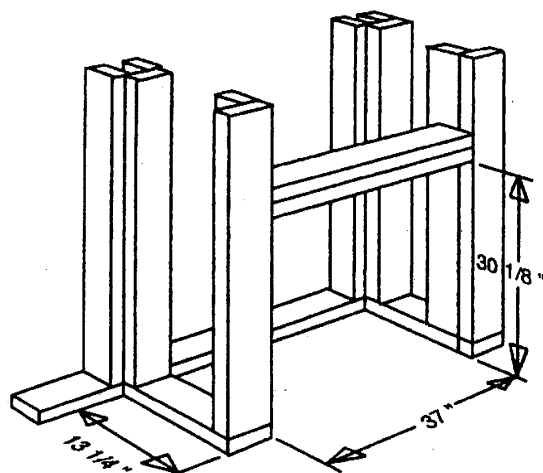

ILUSTRACIÓN 3
4. Use los montantes para enmarcar una abertura de 94 cm de ancho x 77 cm de alto (37 pulg. x 30 1/8 pulg.), dejando una profundidad de 34 cm (13 1/4 pulg.) (Véase la ILUSTRACIÓN 3).